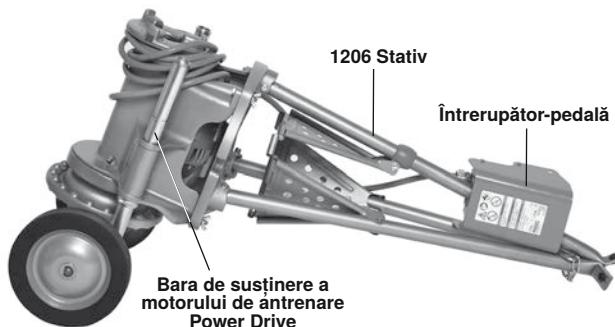

Figura 29 - Mașină pregătită pentru transport cu transportorul nr. 32
5. Înfășurați cablul de alimentare și glisați capacul comutatorului cu picior peste un picior, așa cum se arată în Figura 29.